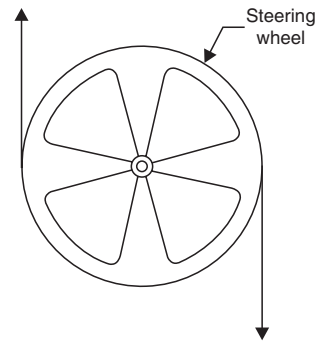

Fig. 3.14
5. Steering a motor-car (Fig. 3.14).